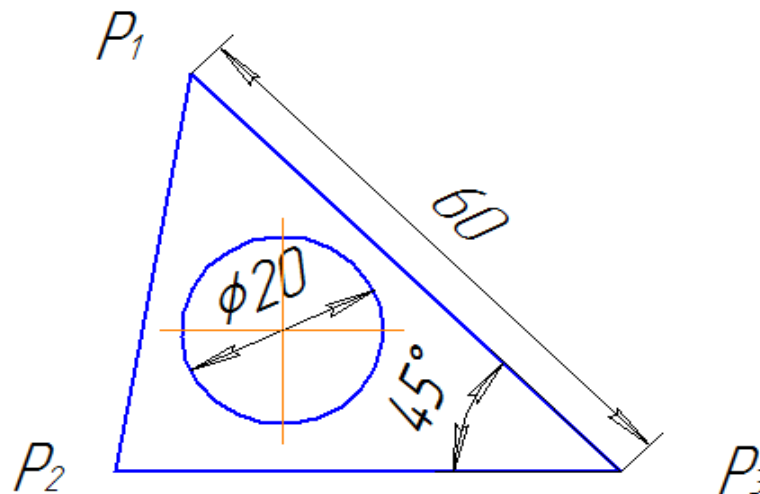

Рисунок 9
11. Задание 2. Постройте фигуру по образцу, используя способы ввода значений в поля **Строки параметров** (рисунок 9). За начало (P_1) возьмите **произвольную точку** в первой координатной четверти (например: $x=40, y=70$). Координаты точек $P_2(x=73, y=15)$, $P_3(x=123, y=15)$, отрезок p_1-p_3 длиной 60 мм и углом наклона - 45° . Завершите построение треугольника, а затем постройте окружность $x=90, y=30$, радиус 10 мм.